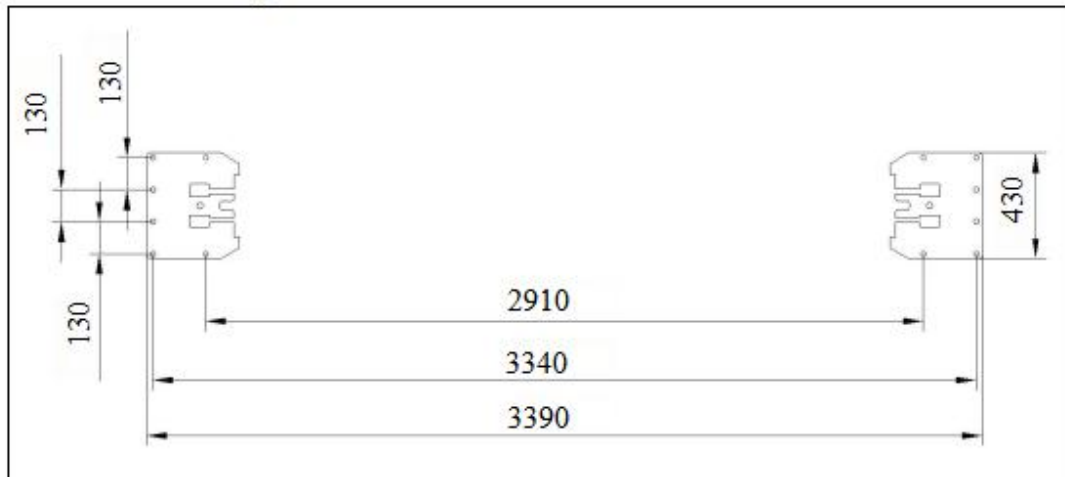

Bild 6: Zeichnung des Grundplatten-Layouts (Einheit: mm)
7.4 Nebensäule analog zur Hauptsäule befestigen, Diagonalmaßunterschied beider Bodenplatten ≤ 3 mm einhalten (Bild 6).